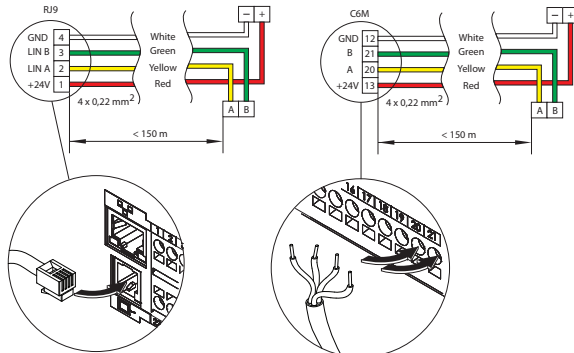

Fig. 17. Kopplingsdiagram för kontrollpanelen
- **DX (15–16)** – styrsignal för extern direktexpansion (DX) kyl-/värmebatteri.
- Kontrollpanel (se fig. 17).